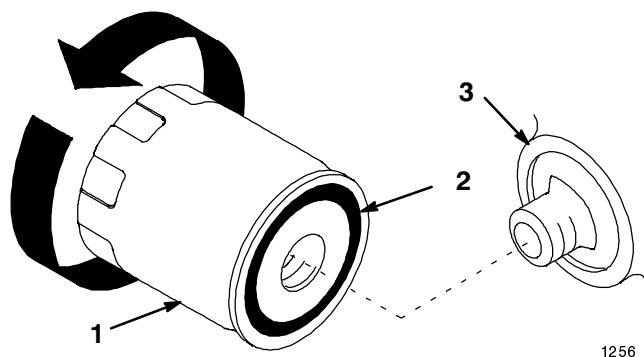

Figure 22
2. Déposez le filtre à huile usagé et essuyez la surface du joint de l'adaptateur (Fig. 22).
3. Appliquez une fine couche d'huile neuve sur le joint en caoutchouc du filtre de rechange (Fig. 22).
4. Posez le filtre à huile de rechange sur l'adaptateur. Tournez le filtre dans le sens des aiguilles d'une montre jusqu'à ce que le joint rejoigne l'adaptateur, puis donnez un demi-tour supplémentaire (Fig. 22).